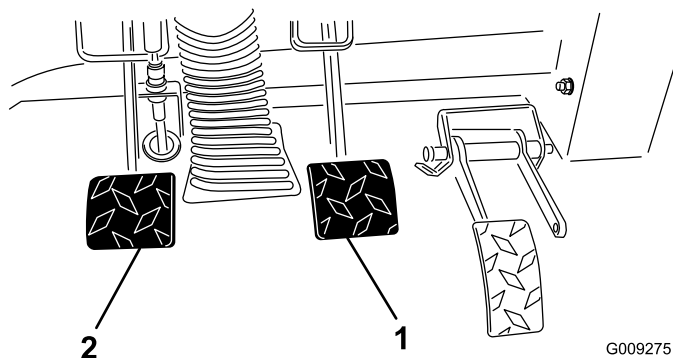

Figura 69
2. Sollevate il pedale del freno (Figura 69) fino a quando non viene a contatto con il telaio.